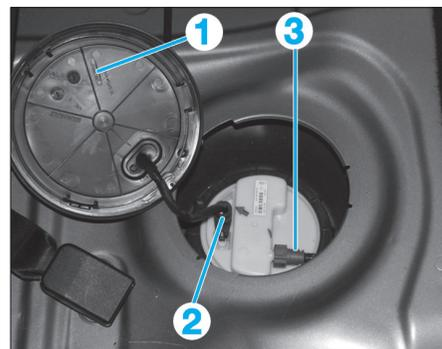

Fig. 47
- Déposer l'obturateur (1) de la trappe de visite (Fig.47).
- le connecteur électrique (2),
- la canalisation de carburant (3).